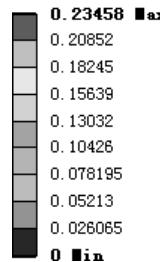

图 6.2.10 总位移变形结果图解
(2) 查看总位移变形结果图解。在“Outline”窗口中单击选中 Total Deformation, 查看图 6.2.10 所示的总位移变形结果, 可知最大位移为 0.23458 mm。